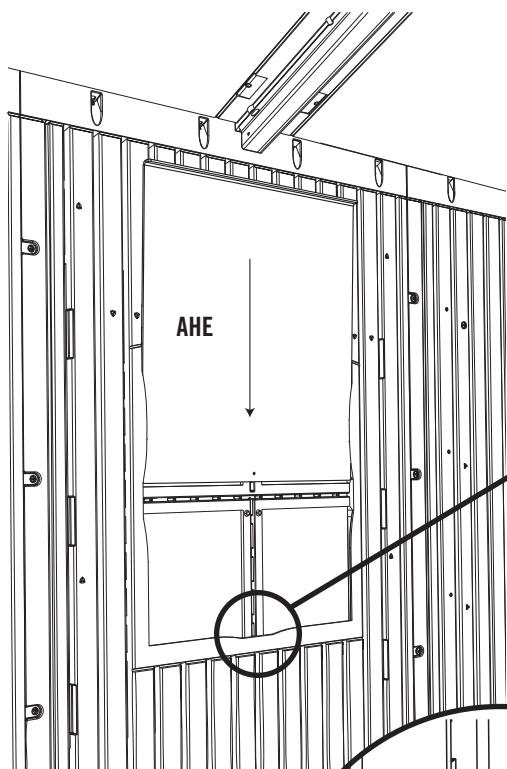
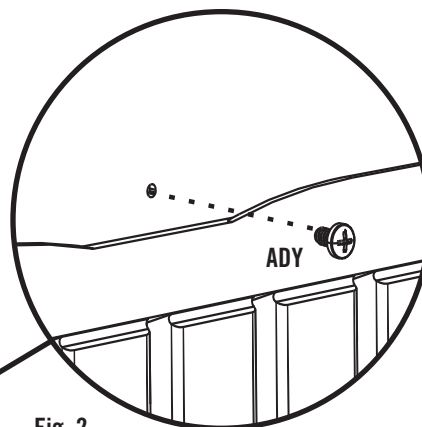

Fig. 1
Fig. 2
Enlevez la feuille protectrice des **deux côtés** de la **Fenêtre (AHE)** et glissez-la dans les rainures dans le Panneau mural pour la fenêtre (Fig. 1). Insérez la **Vis à tête cylindrique bombée #10 x 3/8" (ADY)** dans le trou dans la Fenêtre (Fig. 2). Attachez un **Loquet de fenêtre (AIS)** au-dessus de chaque coin de la Fenêtre comme illustré. Après avoir serré les quatre (4) **Vis à tête cylindrique bombée de 1/4" x 5/8" (ADZ)**, assurez que les Loquets de fenêtre glissent librement (Fig. 3). Ne serrez pas excessivement les Vis.